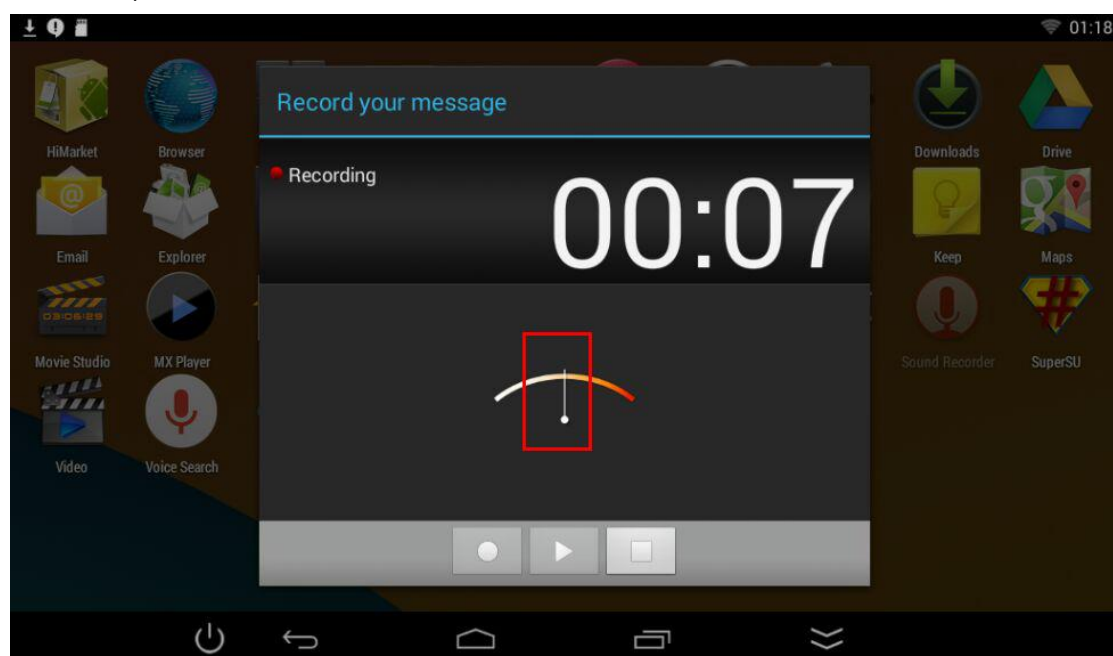

图 12. MIC 测试
- 3) 点击 APP 开始录音。使用带有 LINE OUT 功能的设备输出音频信号，可以看到指针在左右的摆动。参见图 12. MIC 测试